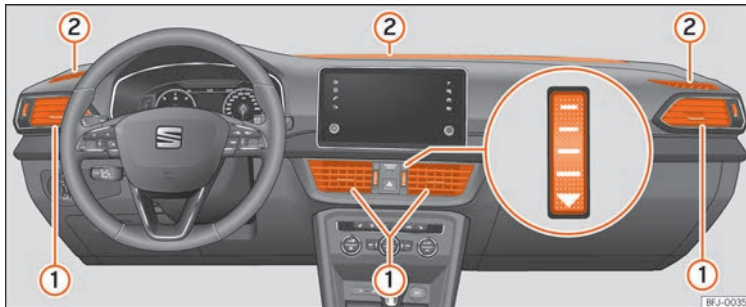

Fig. 187 Sur la planche de bord : diffuseurs d'air.
diffuseurs d'air » fig. 187 ① doivent rester ouverts.